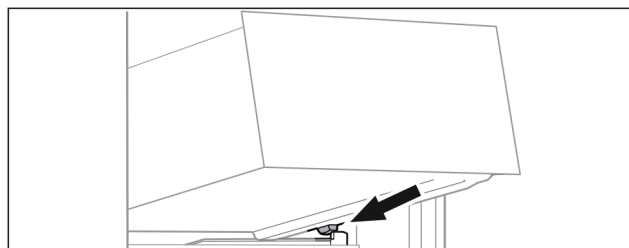

Fig. 92
- ▶ Nasad'te zásuvku šikmo za zářezky na žebrování na nádoby. (viz Fig. 92)